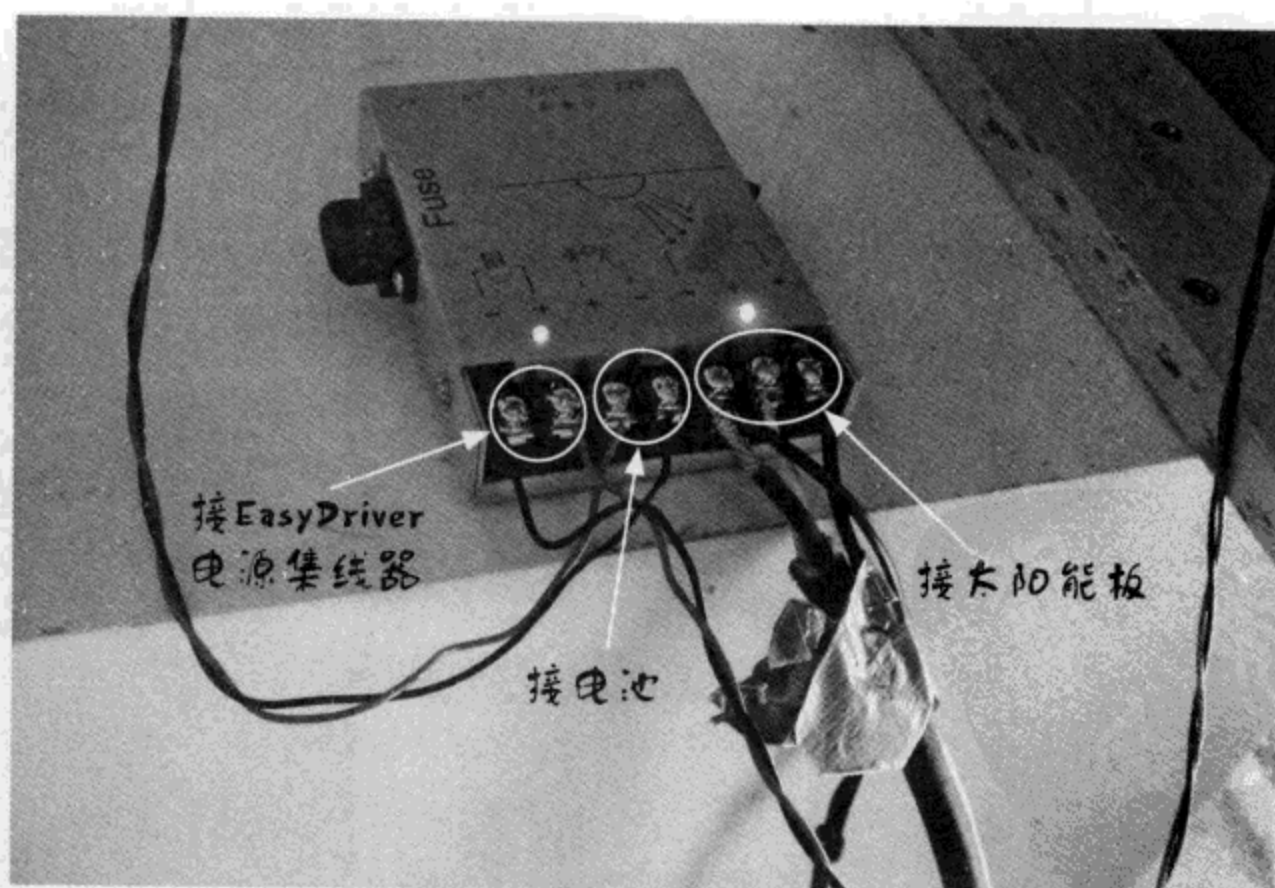
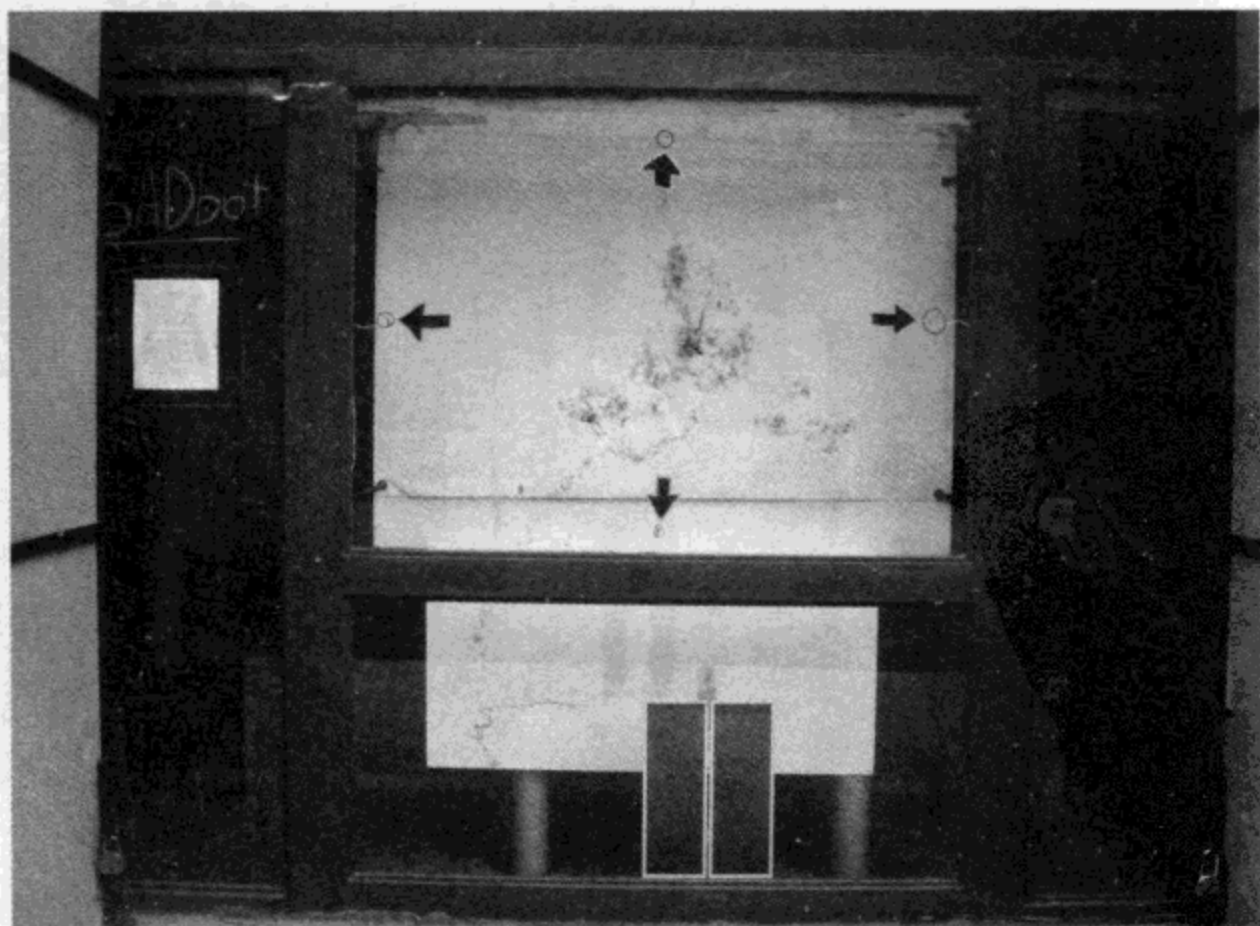

图10.27 充电控制器的接线情况
图 10.28 SADbot 在 Eyebeam 展示窗中画的第一幅画
(16) 取几根连接线，将电源集线端接到充电控制器最左端的端子上(图10.27)。
(19) 对两个太阳能板做同样的操作，把充电控制器里的负线接在其余的负端子上。每一根正线都有自己的接线螺钉，在充电控制器的最右侧，如图 10.27 所示。
(20) 如果所有的操作都是正确的，电机就应该转了！确保充电控制器上的开关是打开的。你可能想把太阳能板放在阳光下，这样当电机消耗完电量后，可以再充电。
(21) 现在让 SADbot 画点有意思的东西吧。取两根长约 5 ft 的鱼线，穿过滑轮后在一端打个结。线的另一端接在弹簧夹子上，夹在记号笔上。把白纸和胶布或夹子放在绘图板上。
(22) 步进电机在缺省模式下是自由运动的，当有人盖住光敏电阻后，会有特定的运动。就会画出一幅像 Eyebeam 展示窗中的图一样的画，如图 10.28 所示。如果将连接线焊在每个光敏电阻上，而且按你想要的方式固定，你就可以用同样的方式安装 SADbot。